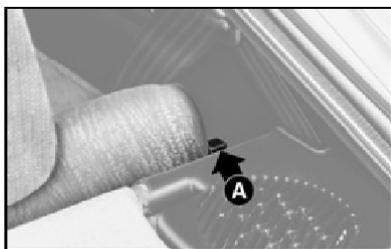

fig. 61
- 3) Desengatar o encosto, movendo as alavancas laterais **A-fig. 61** no sentido da seta.